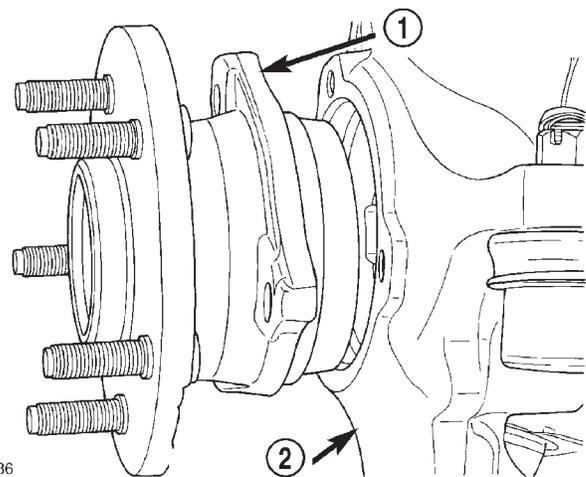

Abb. 14 Radnabe und Achsschenkel
(1) Fahrzeug anheben und sicher abstützen.
(2) Rad abbauen.
(3) Bremssattel, Bremssattelanker, Bremsscheibe und ABS-Drehzahlfühler von der Achse abbauen (siehe Kapitel 5, "Bremsen").
(4) Splint, Kronensicherung, Mutter und Unterlegscheibe von der Radnabe abbauen.
(5) Die Befestigungsschrauben der Radnabe an der Rückseite des Achsschenkels lösen. Die Nabe (Abb. 14) vom Achsschenkel und der Achswelle abziehen.